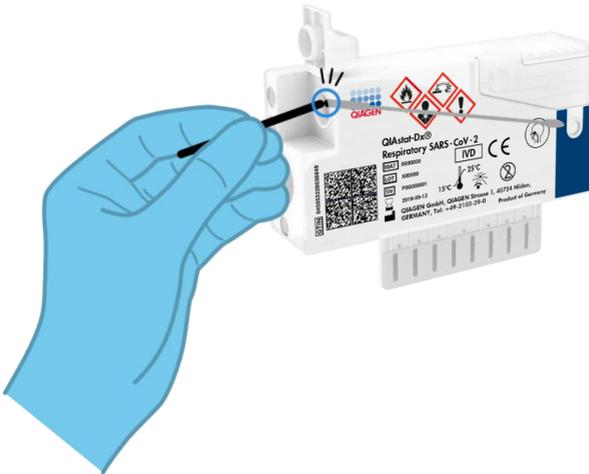

Figura 9. Rotura de la varilla del hisopo.
- Rompa la varilla del hisopo en el punto de rotura, de forma que el resto del hisopo permanezca en el QIAstat-Dx Respiratory SARS-CoV-2 Panel Cartridge (figura 9).